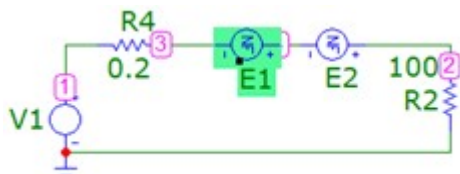

Рис. 1.4
2.4. Сохраните файл. Создайте новый пустой файл. В нем нарисуйте схему согласно рис. 1.4. Параметры зависимых источников E1, E2 приведены на рис. 1.5.